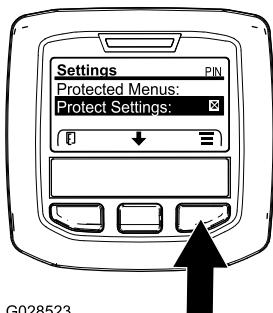

Figure 48
1. Accédez au menu protégé et déverrouillez le sous-menu des réglages protégés (Figure 48) ; voir Accès aux menus protégés \(page 26\).